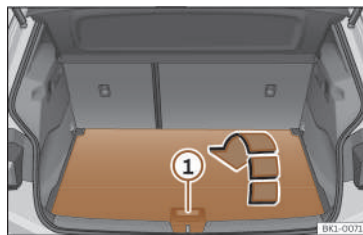

Fig. 155 Nel bagagliaio: aprire il secondo piano del bagagliaio.
- Per **aprirlo**, afferrare l'impugnatura >>> **fig. 155** ⓘ e ripiegare la parte posteriore del piano del bagagliaio in avanti, nel senso della freccia.